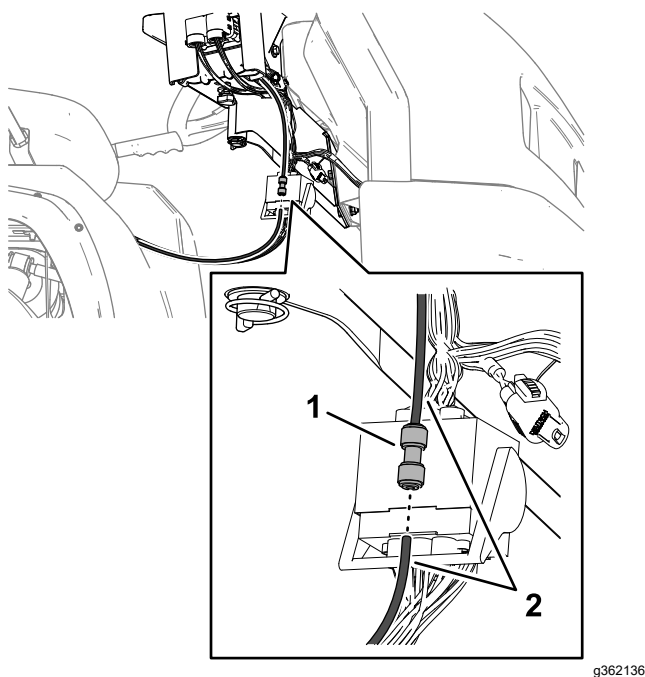

Figure 132
5. Retirez l'un des tubes de détection de pression du raccord instantané, comme montré à la Figure 132.